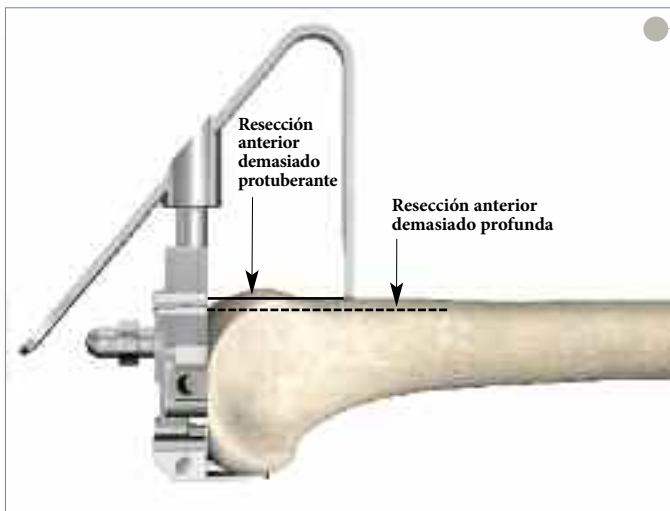

Figura 14
- ▶ La preparación para el tamaño mayor evita que se cree una muesca en el hueso, pero puede provocar un relleno excesivo de la articulación femorrotuliana (**Figura 14**). El medidor A/P ha sido diseñado para evitar ambas situaciones, ya que permite ajustar la posición general de los orificios de perforación para proporcionar la resección anterior óptima.